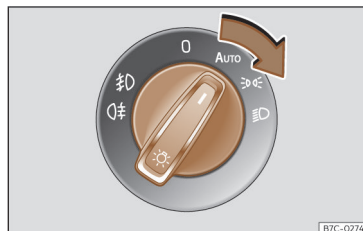

Fig. 77 Tableau de bord : commande des feux.
- Mettez le contact et tournez la commande des feux sur la position souhaitée >>> fig. 77 :